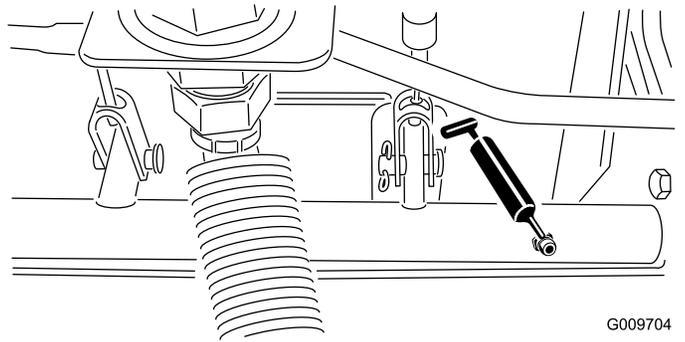

Bild 67
- Bremsstangen-Drehlager (5) (Bild 67)